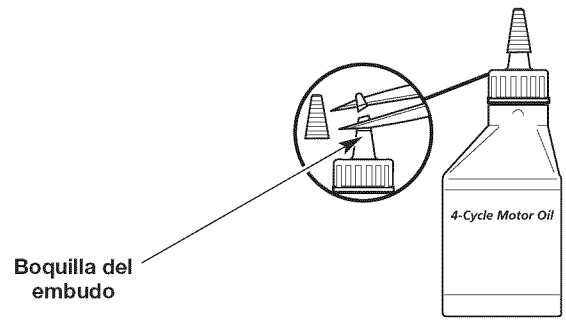

Fig. 6
2. Quite la tapa de la botella de aceite. Corte la punta de la boquilla del embudo (Fig. 6).